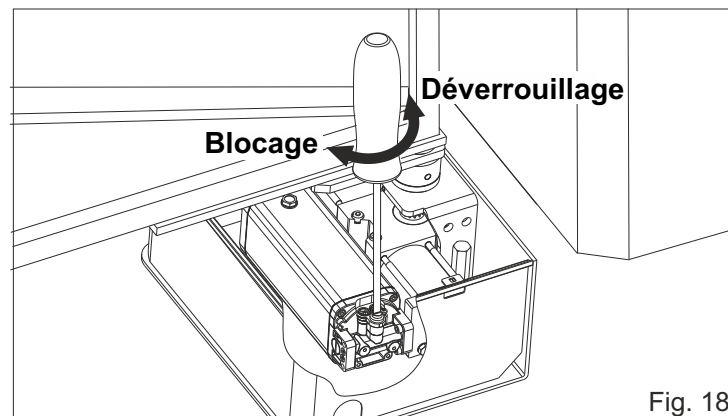

Fig. 18
- Insérer le tournevis dans la vis de déverrouillage et tourner de 180° environ dans le sens inverse des aiguilles d'une montre (Fig 18).